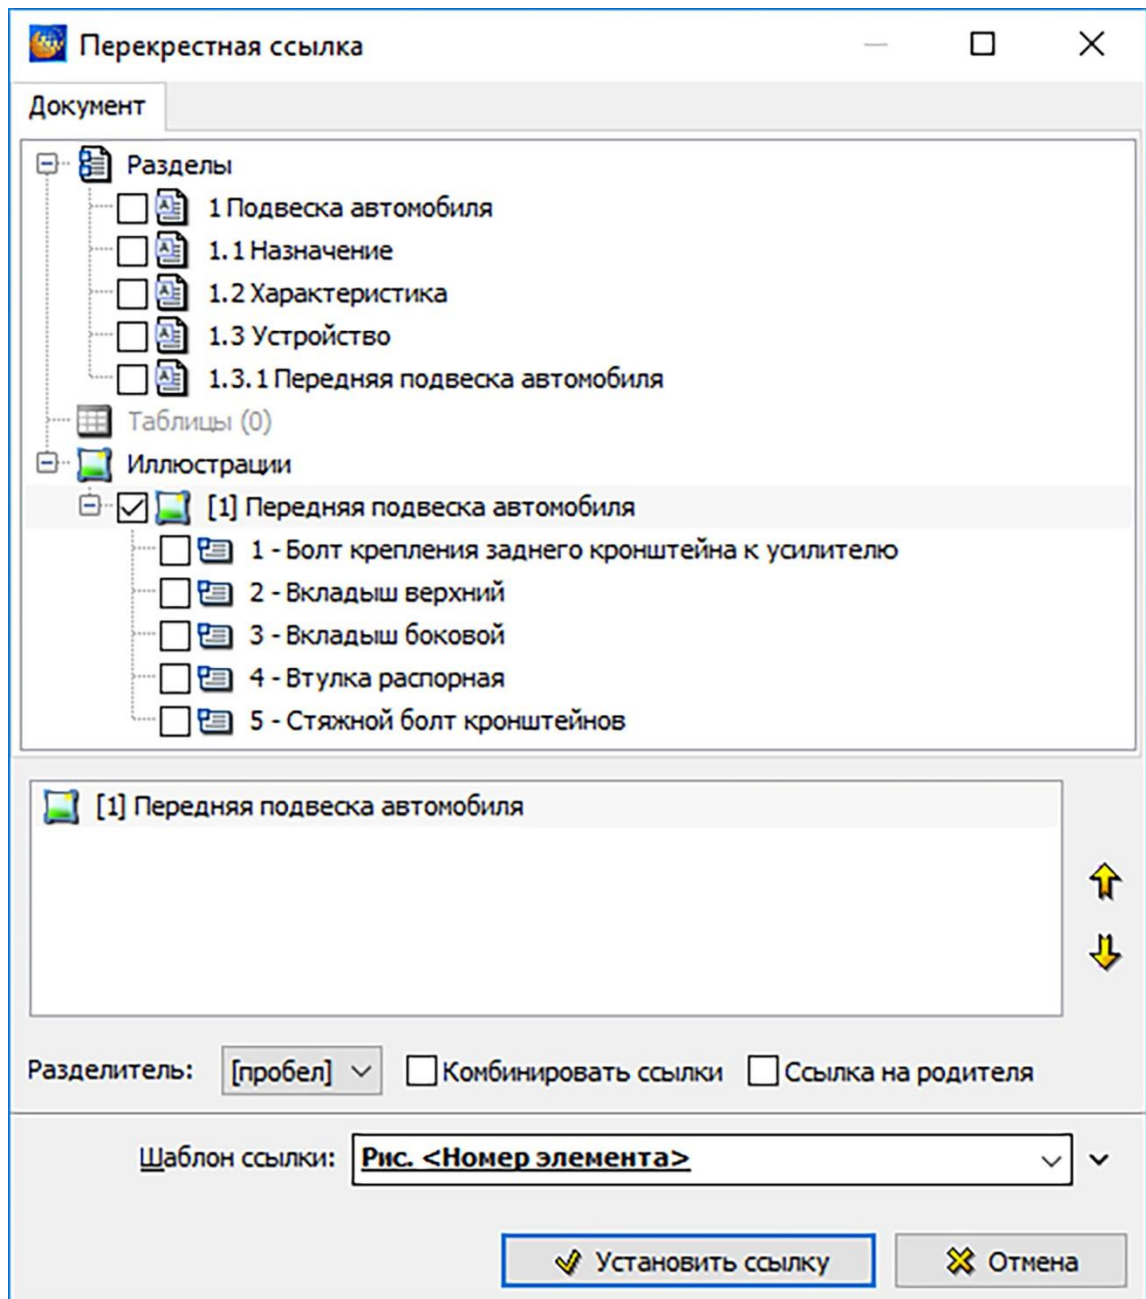

Рисунок 248
4) В окне **Перекрестная ссылка** установите флаг у объекта, на который устанавливается ссылка – название иллюстрации. После этого станут доступны поля для ввода параметров в нижней части окна (рисунок 248).